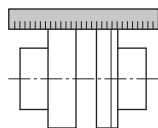

Fig. 11: Verificarea aliniamentului radial cu ajutorul unei rigle
- Alternativ, controlul aliniamentului radial al cuplajului se poate realiza cu ajutorul unei rigle (vezi fig. 11).